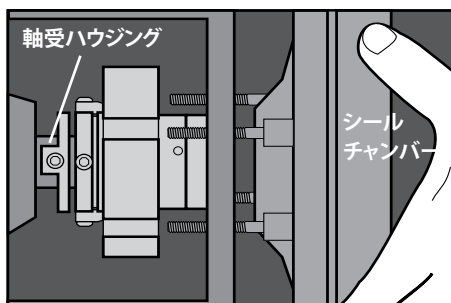

図 3
- 2.4 **シールチャンバーを取り付け、軸受フレームの所定の位置にボルトで止めます。**(図 3 を参照)